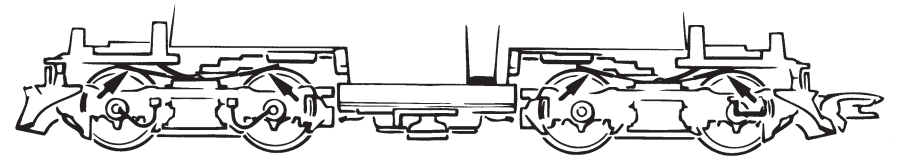

Fig. 8
4. Kohlebürstenwechsel: Lokgehäuse abnehmen (Fig. 3). Danach wird der Motor ausgebaut und die Kohlebürsten ausgewechselt (Fig. 8).
4. Carbon Brush Changing: First remove loco body (fig. 3), and then the motor (fig. 8).
4. Remplacement des balais du moteur: Dé- montez la caisse (voir fig. 3). Démontez ensuite le moteur et échangez le balais (fig. 8).